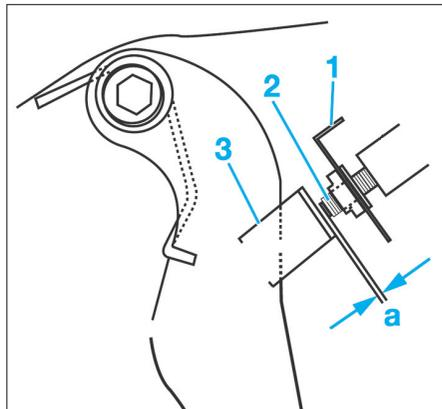

FIG. 30
- Déposer l'agrafe (1) de maintien de l'écrou du contacteur de feux stop (2) (**Fig.30**).
- La valeur (a) mesurée entre l'extrémité du contacteur (2) et le support de la pédale de frein (3) doit correspondre à $2 \pm 0,5$ mm.